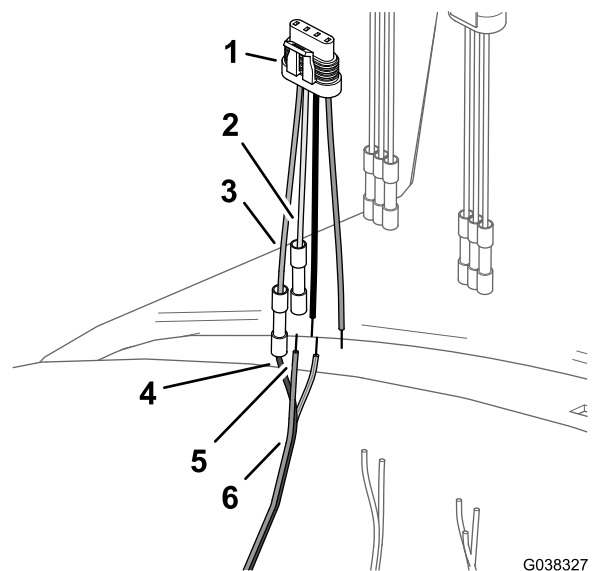

Figura 39
3. Alinee el cable marrón del arnés DIN con el cable gris del adaptador de 4 pines de la válvula de caudal (Figura 39); consulte la tabla de cableado de la válvula de caudal.
6. Introduzca el cable azul del arnés de cables DIN en el conector de empalme del cable verde del adaptador de 4 pines de la válvula de caudal (Figura 39).